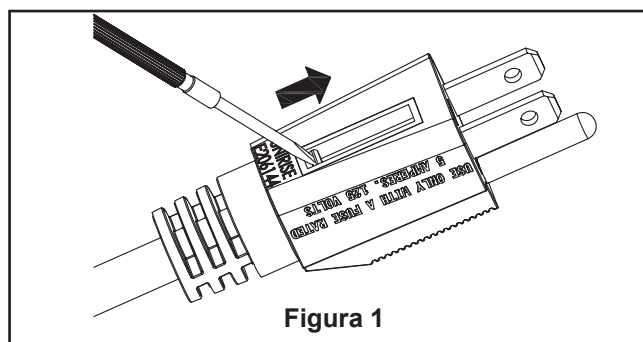

Figura 1
1. Instale la pata en la unidad del motor con los tornillos 3/16"-24 x 1/2". Asegúrese de que todos los tornillos fijen adecuadamente la pata a la unidad del motor utilizando las tablas de "T" llave. (Figura 1)
2. Abra la carcasa del fusible ubicada en la parte superior del enchufe deslizándola hacia las clavijas. (Figura 1)